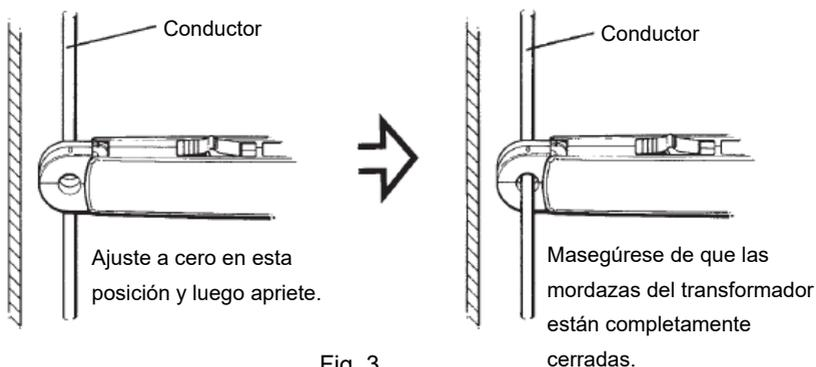

Fig. 3
- (1) El instrumento sólo tiene dos rangos de corriente CC de 2A y 20A. Cuando se coloca en la posición de rango 200mA con el interruptor de función en la posición CC con el interruptor de función en la posición DC, la pantalla muestra "1" sólo para sobre rango y no se pueden realizar mediciones.
- (2) En este instrumento se utiliza el método de la puerta de flujo para permitir la medición de corrientes CC muy pequeñas. (resolución mínima de 1 mA). Este método está diseñado para medir la corriente CC haciendo pasar una corriente de onda cuadrada por las mordazas del transformador. Por lo tanto, el instrumento sólo puede medir corriente CC rectificadas de onda completa o media de corriente CA sinusoidal de 50 Hz o 60 Hz. No puede medir corriente CC rectificadas de onda completa o media ni corriente CA de onda cuadrada. El instrumento no puede medir corriente CC que tenga una forma de onda de subida brusca como resultado del ángulo de fase control por tiristores, control on-off por elementos de conmutación, etc.
- (3) Acercar las mordazas del transformador a una chapa metálica o a una sustancia magnética afectará a la lectura de la pantalla en varios conteos (sólo para mediciones de corriente CC). Asegúrese de ajustar la pantalla a cero girando el mando DC A 0 ADJ después de acercar los transformadores al conductor que se va a comprobar, donde hay una chapa metálica o una sustancia magnética cerca, como se muestra in Fig. 3.